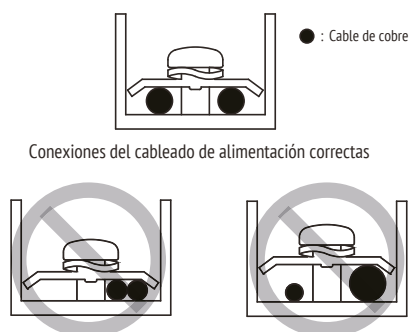

Figura 2
- No conectar dos cables de alimentación con diámetros diferentes al mismo terminal del suministro eléctrico (puede causar el sobrecalentamiento de los cables debido al cableado suelto (figura 2).